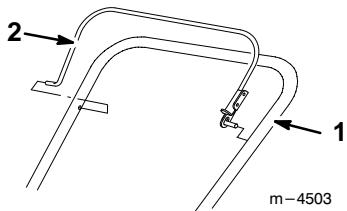
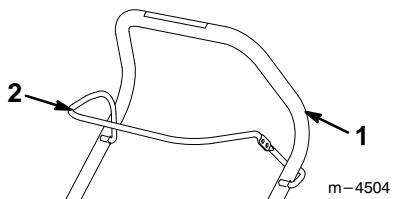

Figure 7
Figure 8
2. Monter la barre de commande sur le mancheron supérieur comme illustré à la figure 7 (modèles 38428 et 38429) ou à la figure 8 (modèles 38441 et 38442).